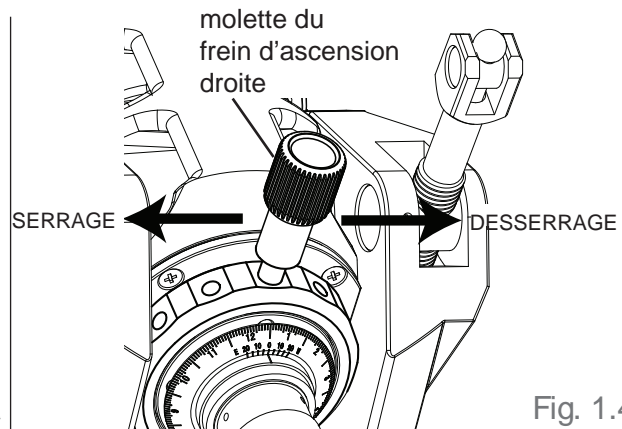

Fig. 1.4b
2. Desserrez le frein de l'axe d'ascension droite et tournez l'axe de façon à ce que la barre de contrepoids pointe vers le sol (Fig 1.4b).